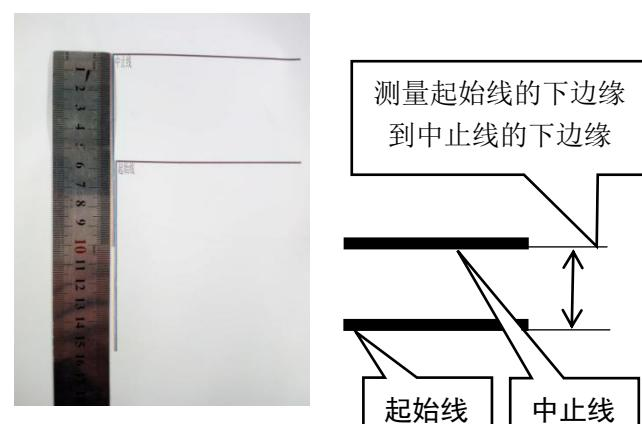

图 8.17 打印出来的测试条
2.3.1 选择“步进校准-->准备”，单击“打印”，打印机会打印出一段“测试条”，如图 8.17 所示。用格尺测量起始线的下边缘到中止线的下边缘之间的间距（或起始线的上边缘到中止线的上边缘），填入”距离 (mm) ”中，并点击”应用”。